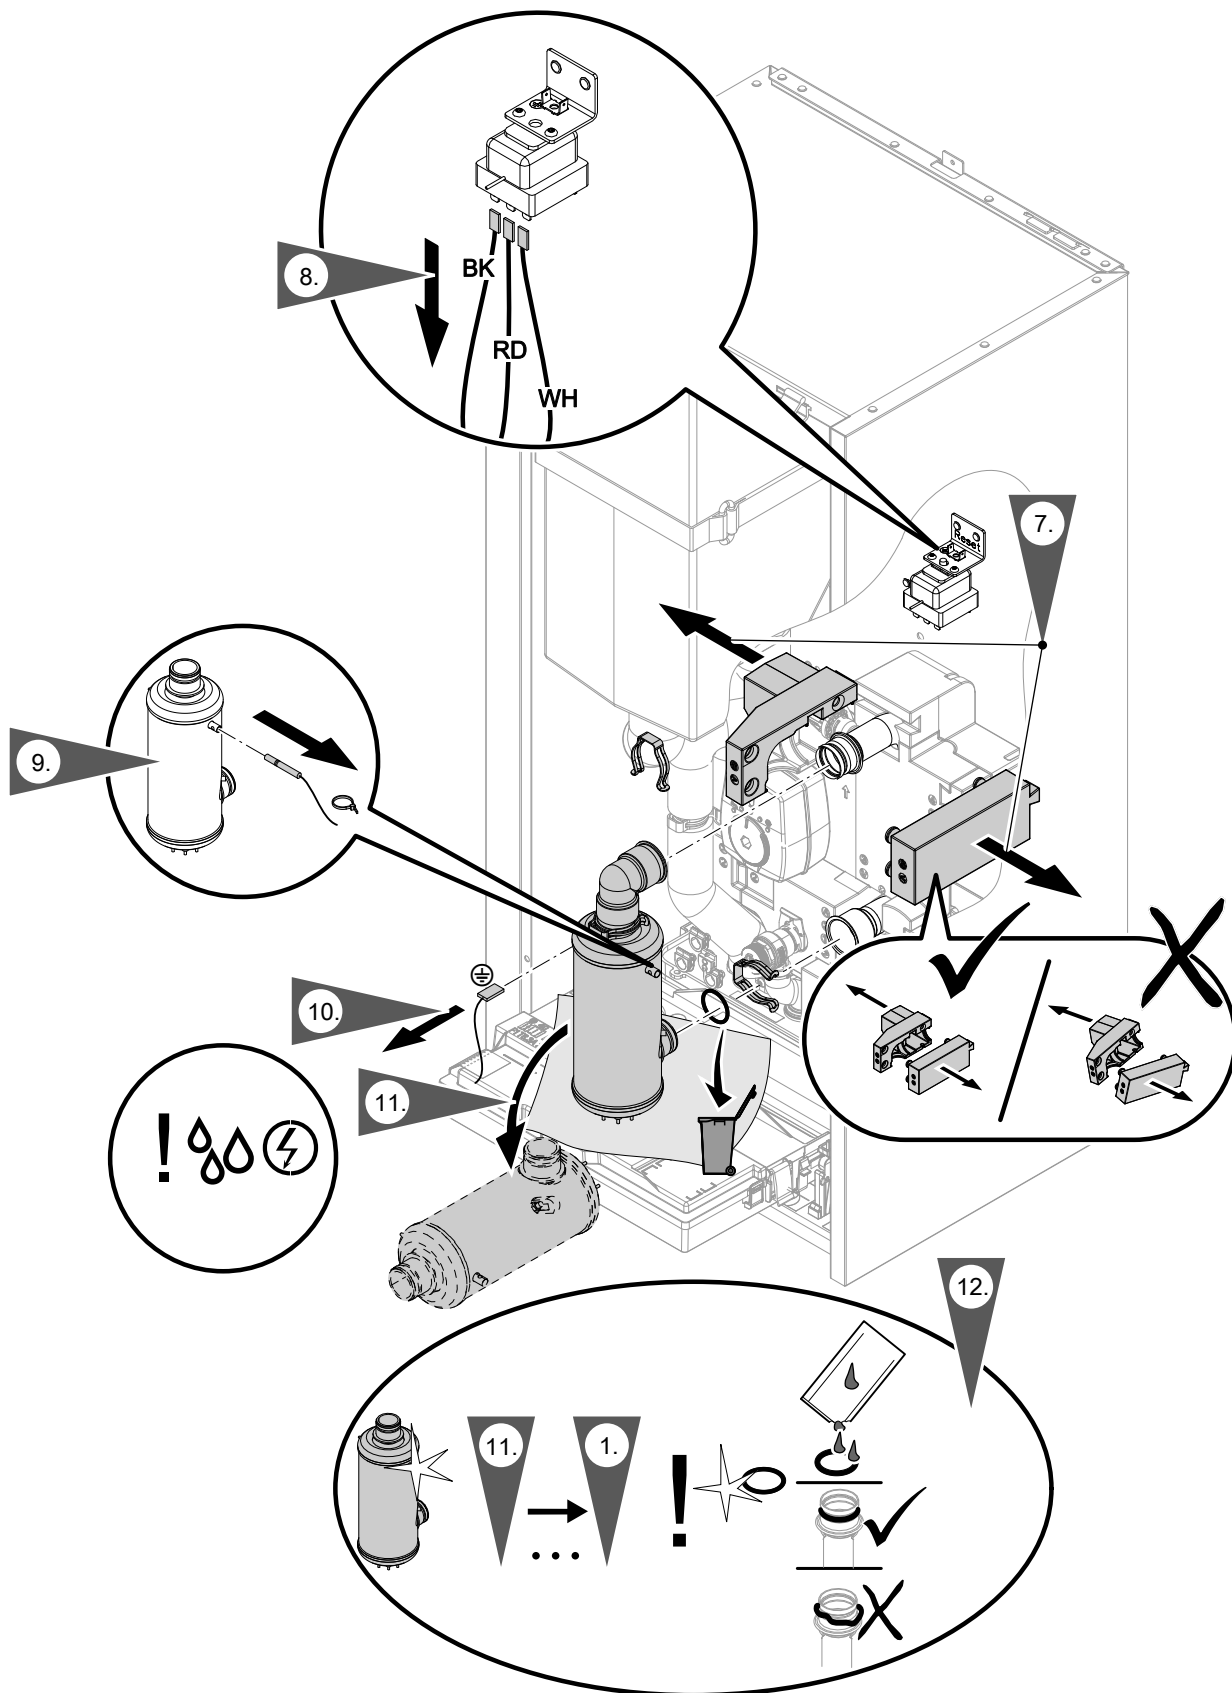

Abb. 88
- Temperatursensor am Heizwasser-Durchlauferhitzer und elektrische Leitungen am Sicherheitstemperaturbegrenzer: Siehe Abb. 88.